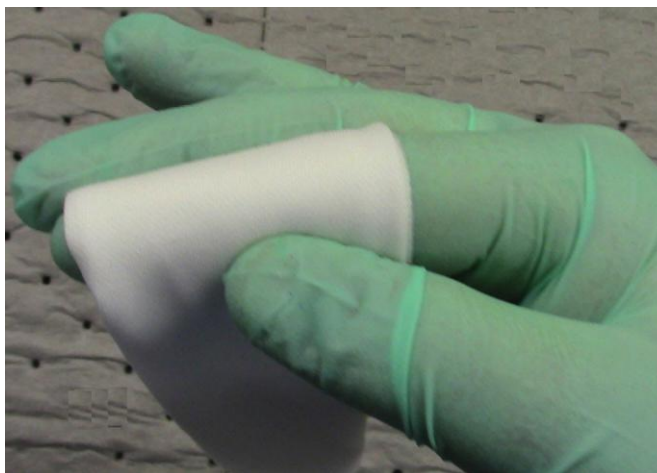

Figure 2-7: Holding wipe between fingers
- В. Разместите салфетку между пальцами, Рисунок 2-7;, и поднесите к задней части печатной головы.